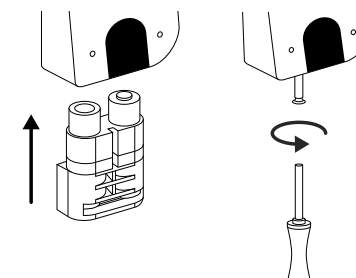

Fig. 5
- 5 Vuelva a introducir el compartimento de la batería en la carcasa y atorníllelo firmemente (Fig. 5).